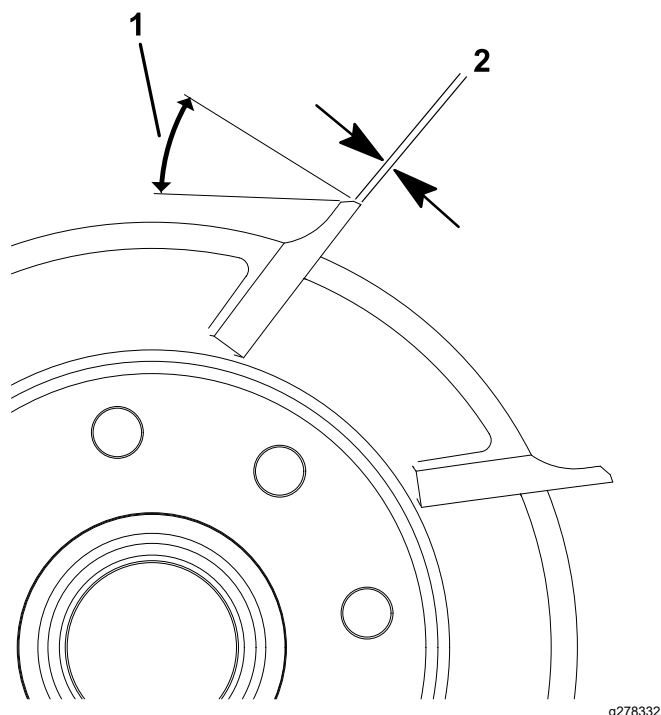

Figura 27
1. Applicate una rettifica di scarico di 30° su tutte le lame del cilindro in modo da ottenere una larghezza a terra di 0,8 mm (Figura 27).